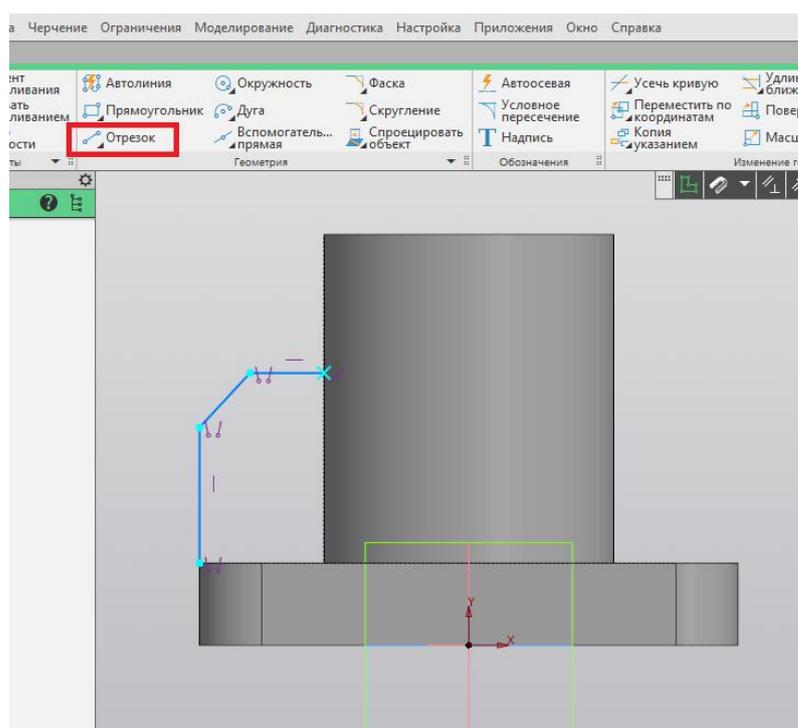

Рис. 144
16. При помощи команды «Отрезок» строим контур для ребра жёсткости (рис. 144).